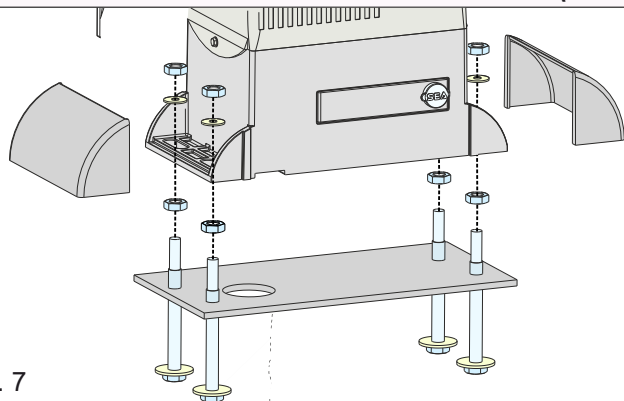
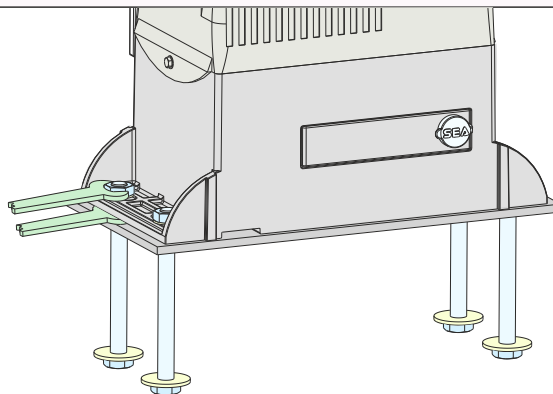

Abb. 7
Abb. 8
**4.1.** Getriebemotor mit den mitgelieferten Muttern und Unterlegscheiben - Abb. 7, auf der Fundamentplatte befestigen, dann seitliche Position und Höhe - Abb. 8, entsprechend der in Abb. 5 angegebenen Quoten einstellen